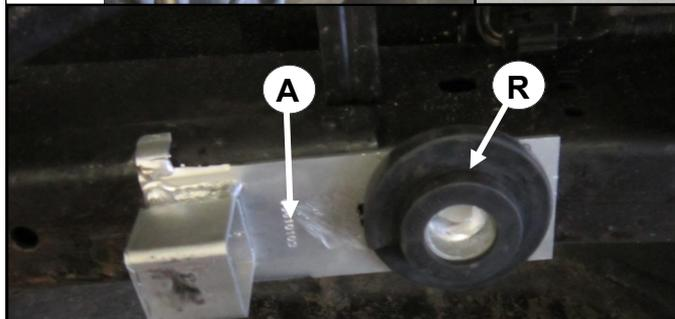

fig. 3
3. Placer le ressort en caoutchouc **R** sur la disques supérieure **A**. Monter la disques supérieure **A** contre la poutre du châssis supérieur. Notez que le pion de centrage dans de arrière le trou la poutre du châssis tombe. Voir Fig. 3